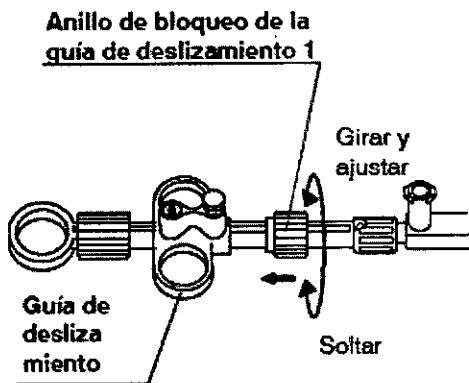

Figura 3.10
5. Mantenga la guía de deslizamiento en esta posición y suelte el anillo de bloqueo de la guía de deslizamiento 1. Mueva el anillo de bloqueo de la guía de deslizamiento 1 hacia el extremo distal de la guía de deslizamiento. (Véase Figura 3.10)
6. Gire el anillo de bloqueo de la guía de deslizamiento para que quede fijo. (Véase Figura 3.10).